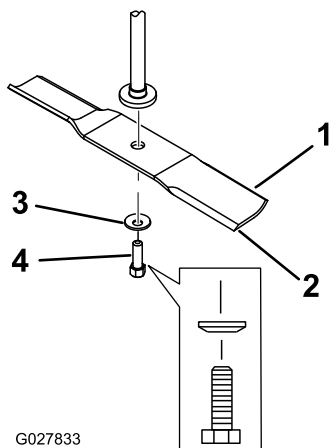

Bild 62
2. Entfernen Sie die Messerschraube, Wellenscheibe und das Messer von der Spindelwelle (**Bild 62**).
- Setzen Sie das Messer auf die Spindelwelle (Bild 62).
- Setzen Sie die Wellenscheibe (Kappenseite zum Messer) und die Messerschraube ein (Bild 62).